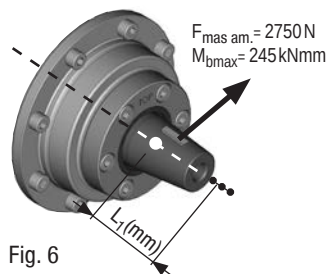

Fig. 6
- Non superare la forza dovuta alla tensione della cinghia nel punto di applicazione della forza (cono d'onda centrale vedi fig. 6) $F_{\text{mas am.}} = 2.750 \text{ N}$.
- Se il punto di applicazione della forza si sposta a destra (vedi fig. 6, puntini), la forza $F_{\text{mas am.}}$ si riduce in base alla seguente formula: